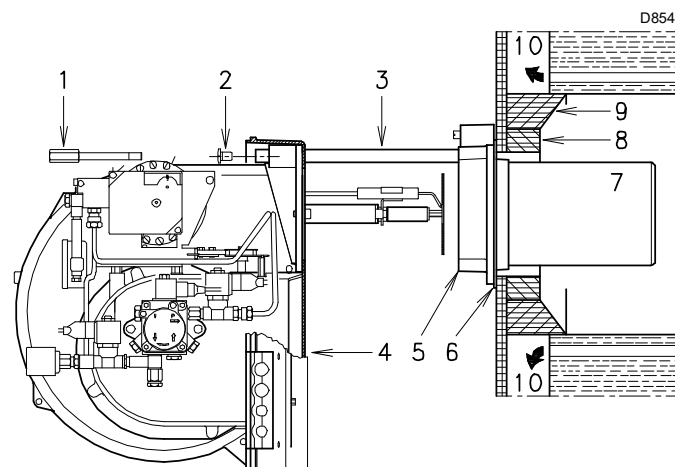

Fig. 11
Per le caldaie con giro dei fumi anteriore 10)(Fig. 11), o con camera ad inversione di fiamma, inserire una protezione in materiale refrattario 8), tra refrattario caldaia 9) e bocaglio 7).
Smontare il bocaglio 7) dal bruciatore 4)(Fig. 11) procedendo come segue:
- far arretrare il bruciatore sulle guide come in Fig. 11.